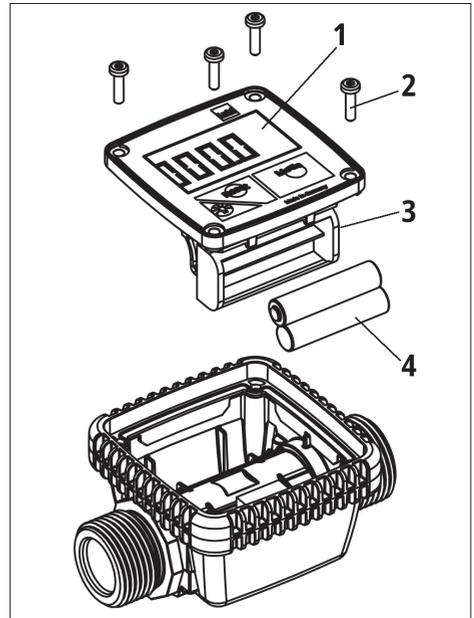

Bild 5
Um die Batterie einzusetzen wird der Frontdeckel (1) durch Lösen der vier Schrauben (2) auf der Oberseite gelöst und anschließend nach oben abgezogen (→ Bild 5). Der Batteriehalter (3) wird aus dem Gehäuse entnommen und die mitgelieferten Batterien (4) (1,5V Typ AAA) eingesetzt. Anschließend wird das Gerät in umgekehrter Reihenfolge wieder verschlossen, wobei die korrekte Ausrichtung des Gummi-Stoßschutz zu beachten ist. Das Batteriekabel muss so verlegt werden, dass es nicht zwischen Reedschalter und Gehäuse eingeklemmt wird.